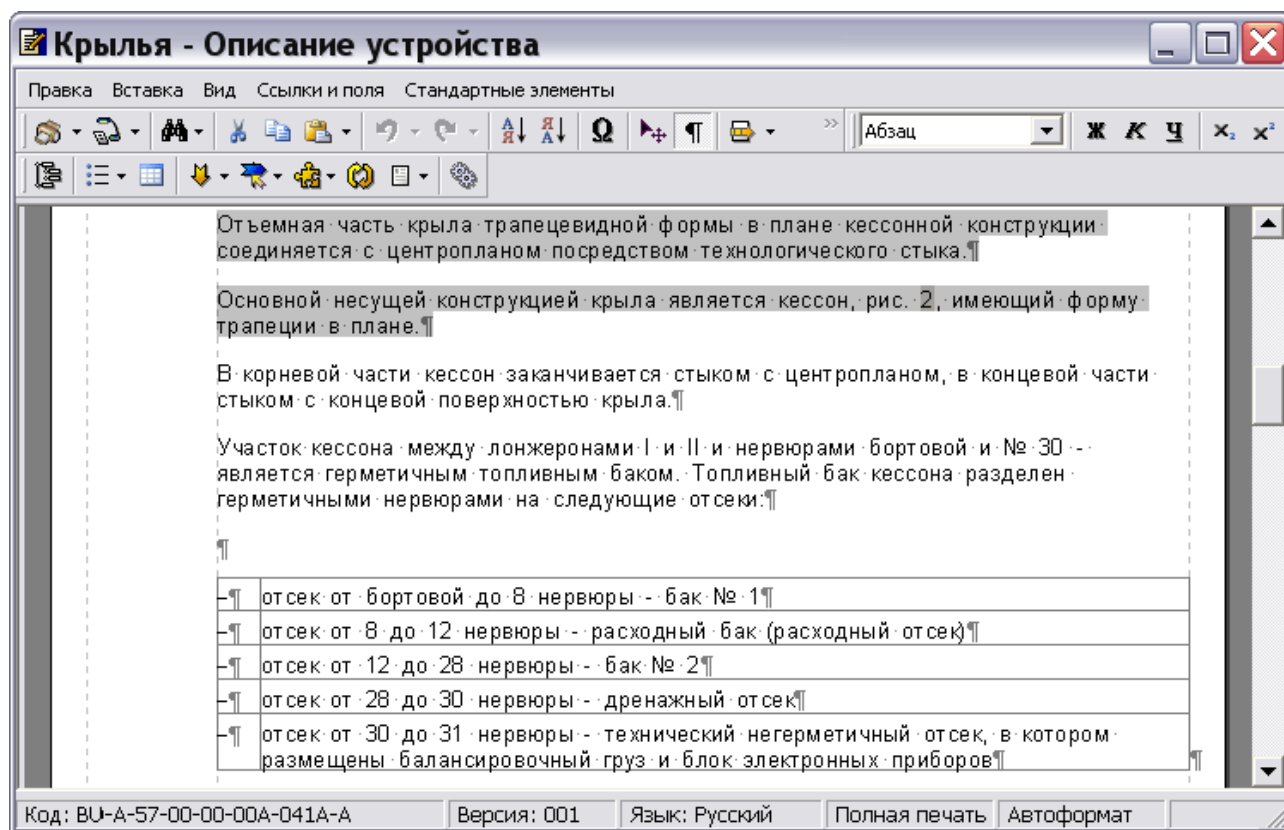

Рис. 10.18
3. Выделите версию модуля данных и нажмите на кнопку  **Редактировать**. При этом в окне редактора откроется содержимое выбранной версии модуля данных (Рис. 10.18).
1. Выделите часть документа, для которой требуется указать применимость. Возможно выделение абзаца, объекта (таблицы, иллюстрации и т.д.) или части объекта (Рис. 10.18).